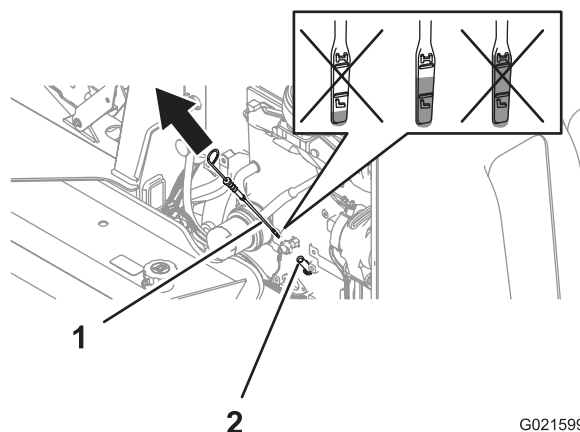

Bild 42
4. Nehmen Sie den Peilstab heraus und wischen Sie ihn mit einem sauberen Lappen ab (Bild 42).
5. Stecken Sie den Peilstab in das Peilstabrohr, ziehen ihn wieder heraus und lesen Sie den Ölstand ab (Bild 42).